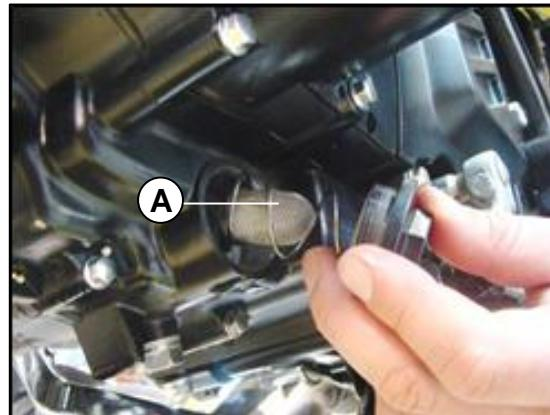

Fig. 18
Drene el aceite de motor y remueva el filtro de aceite (A) **Fig. 18**